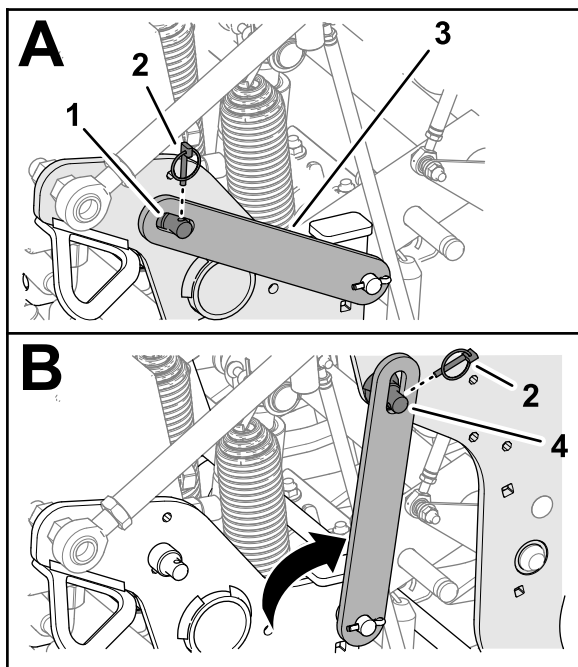

Figure 102
4. Retirez la goupille à anneau qui fixe le verrou de service à la plaque latérale (Figure 102).